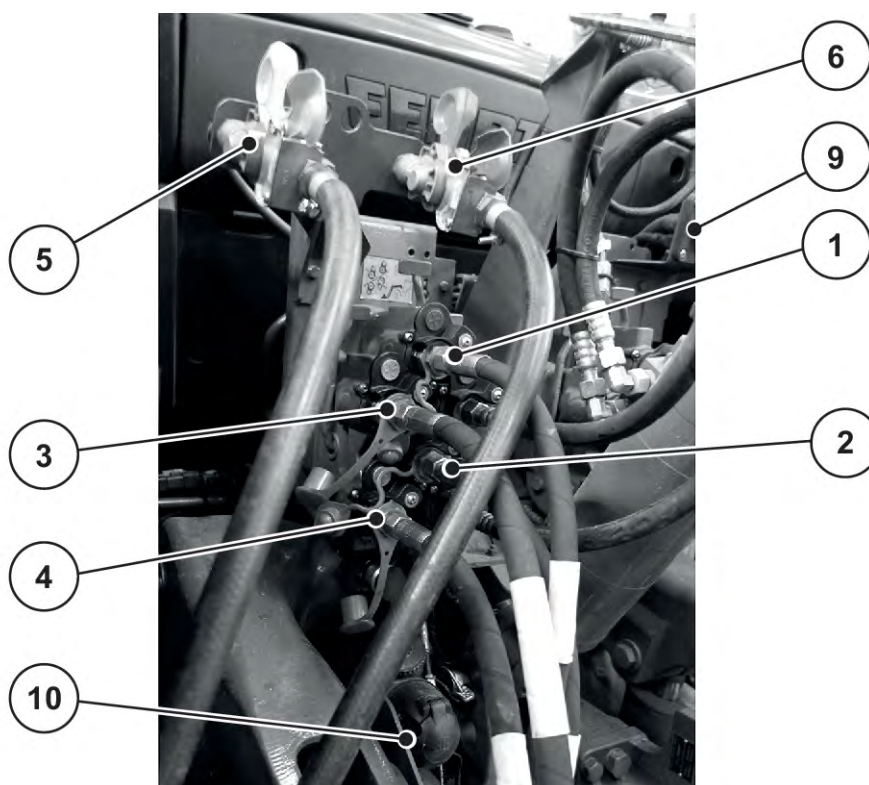

Fig. 23: Ordre de raccordement des câbles de la machine au tracteur
Voir Fig. 23
- ▶ Veuillez observer les étapes pour le raccordement : Voir *Fig. 23 Ordre de raccordement des câbles de la machine au tracteur*